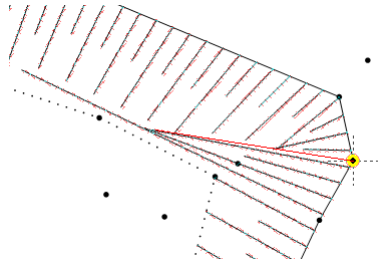

рис. 23
- 3) Подвести мышь к точке, в районе которой начинаются «неправильные» штрихи, до появления красного луча (рис. 23).